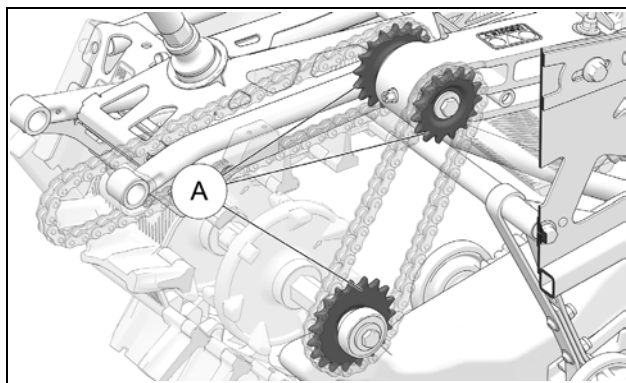

Figure 37
Vérifier l'usure des pignons (A) des chaînes d'entraînement. Si la chaîne est ajustée à la tension requise (déflexion 3-6 mm [1/8-1/4 po.]) et que la chaîne échappe des dents de traction, les pignons doivent être remplacés. Figure 37.